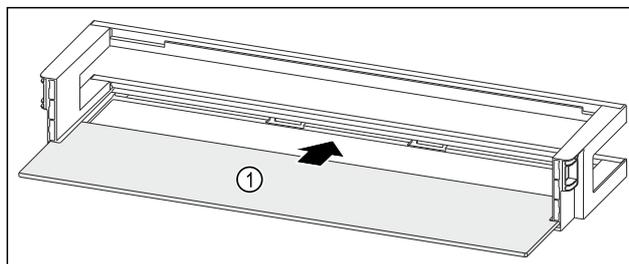

Fig. 50 Balconcino controporta con ripiano
- ▶ Inserire il ripiano Fig. 50 (1) negli incavi laterali.